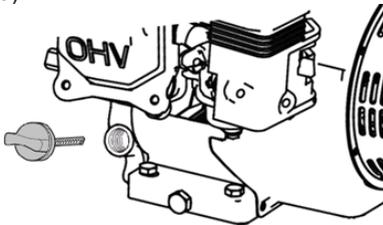

Рис. 5 Крышка-щуп маслосазливной горловины
2. Выкрутите крышку-щуп маслосазливной горловины и извлеките щуп (Рис. 5).
2. Выкрутите крышку-щуп маслозаливной горловины и извлеките щуп (Рис. 5).